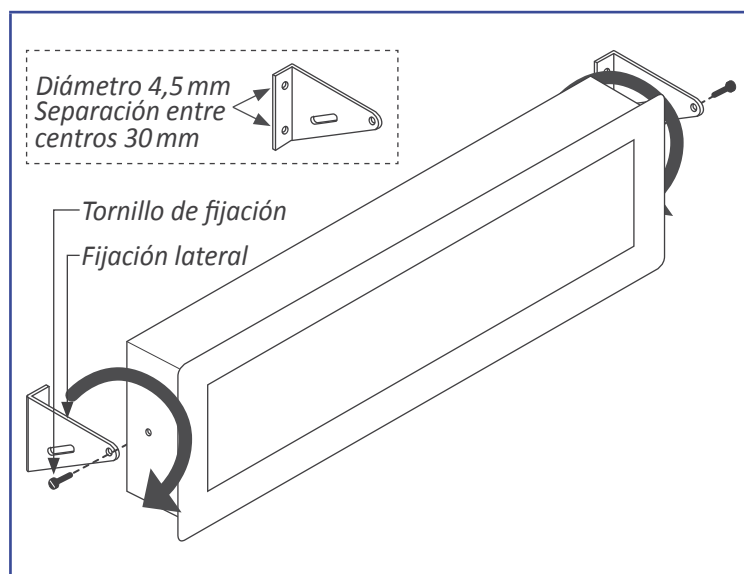

Figura 11 - Montaje contra pared
- Montaje contra pared. Montar las fijaciones laterales contra la pared, orientadas tal y como se indica en la figura (ver Figura 11). Cada fijación dispone de 2 agujeros de diámetro 4,5 mm y separación entre centros de 30 mm. Una vez aseguradas las fijaciones a la pared, colocar el instrumento y apretar los tornillos de fijación de forma suave. Inclinar el instrumento hasta obtener el ángulo de visión deseado y apretar definitivamente los tornillos de fijación.